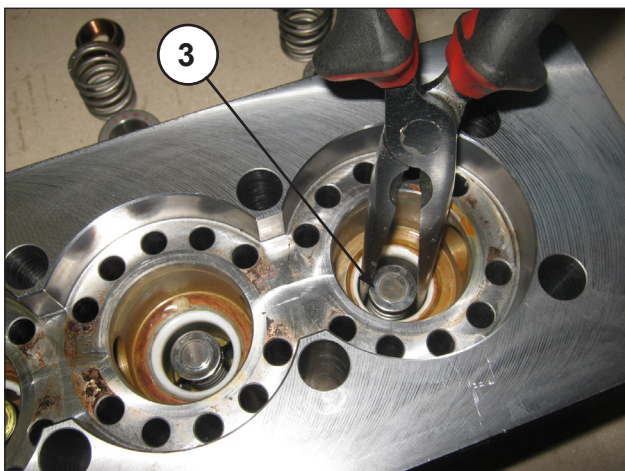
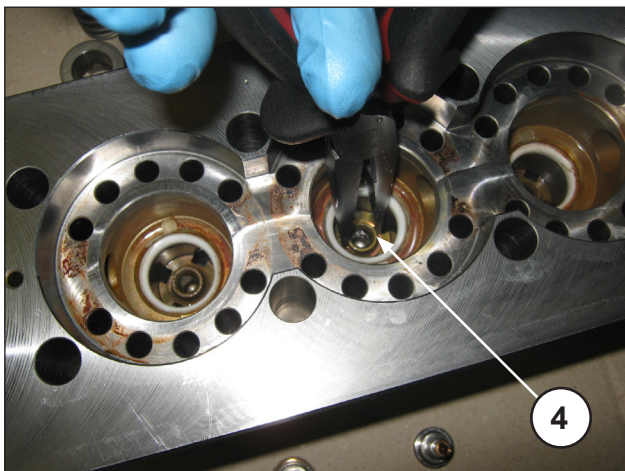

Fig. 27
Fig. 28
- Extraer los platillos de envío ③, las guías ④ y los muelles como se indica en la Fig. 27 y la Fig. 28, controlar el desgaste y sustituirlos si es necesario. En cualquier caso, respetar los intervalos indicados en la tabla "MANTENIMIENTO PREVENTIVO" del capítulo 11 del *Manual de uso y mantenimiento*.